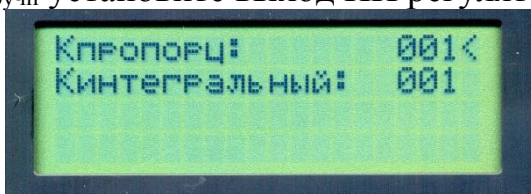

Рис. 20.3 Экран изменяемых параметров с установленными параметрами эксперимента
10. Кнопкой «ВЫБОР ИНФОРМАЦИИ НА ДИСПЛЕЕ» переключитесь на режим «Массив изменяемых параметров». Установите параметры в соответствии с заданием. После правильной установки параметров экран должен принять вид, показанный на рис. 20.3.